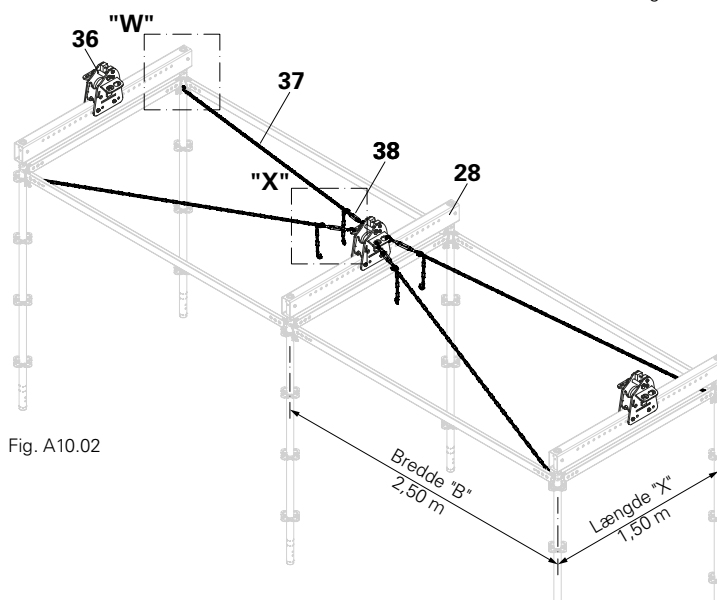

Fig. A10.02
- enten den bærende underbygning og er variant 1, se Fig. A10.02
→ Bjælkeholder med indspænding er monteret. (Fig. A10.02)